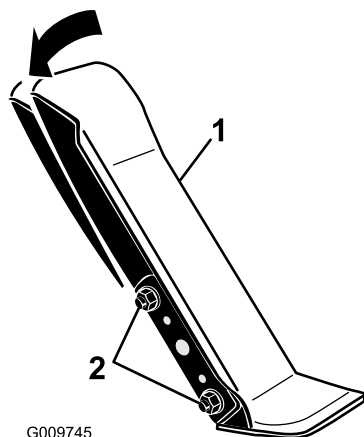

Figure 67
1. Desserrez les 2 écrous et boulons qui fixent le côté gauche de la pédale de déplacement au support (Figure 67).
2. Faites pivoter la pédale à l'angle voulu puis serrez les écrous (Figure 67).